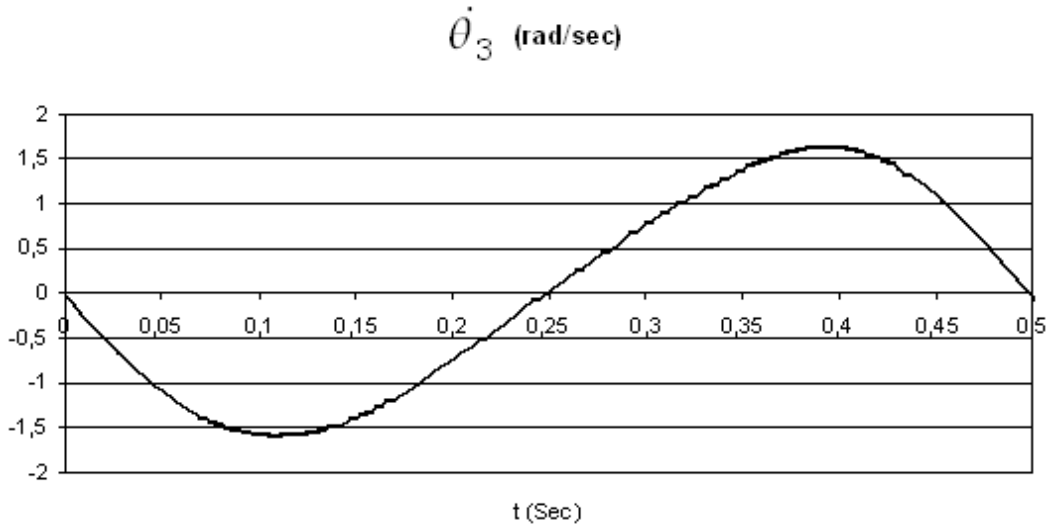
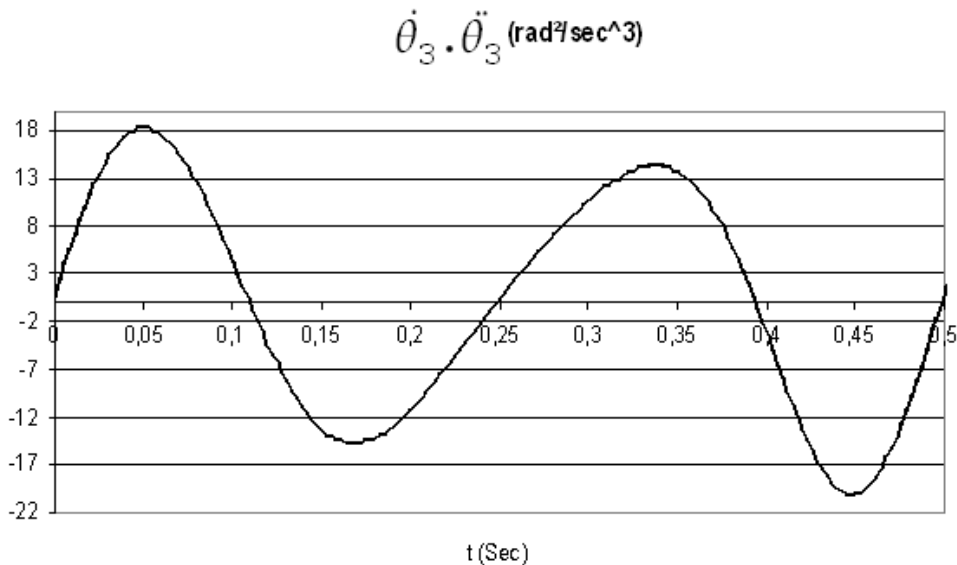

Figure 5: Vitesse de rotation du bras 3
Figure 6: Produit vitesse angulaire par accélération angulaire du bras 3
**Q1.7.** A l'aide des graphiques représentant le produit  $\ddot{\theta}_3 \cdot \dot{\theta}_3$  (figure 6) et  $\dot{\theta}_3$  (figure 5) en fonction du temps, déterminer, dans le cadre de l'approximation  $\theta_3$  « petit », la valeur du couple que devra fournir le moteur M1 à la vitesse constante de 12 rad/s aux instants :  $t_1 = 0,1$  s,  $t_2 = 0,15$  s,  $t_3 = 0,25$  s et  $t_4 = 0,35$  s.